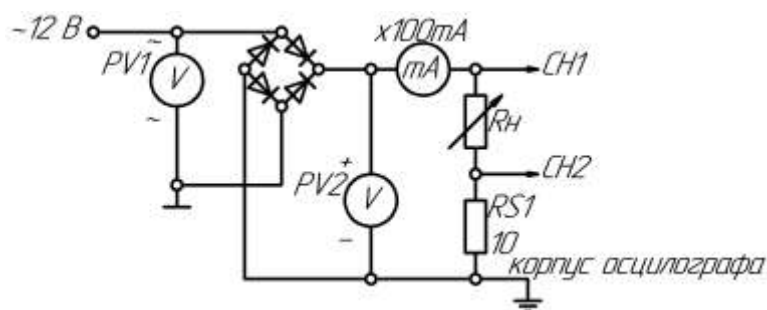

Рисунок 19 – Схема выпрямителя
1) Собрать схему выпрямителя по рис. 19. Установить заданное значение сопротивления нагрузки  $R_H$ . Вольтметр PV1 включить в режиме измерения **переменного** напряжения, а PV2 в режиме измерения **постоянного** напряжения. Включить миллиамперметр постоянного тока на 100 мА. Подключить входы осциллографа. Переключатель развертки осциллографа перевести на временную развертку. Установить синхронизацию от сети. На экране осциллографа наблюдать осциллограммы выпрямленного тока и выпрямленного напряжения;